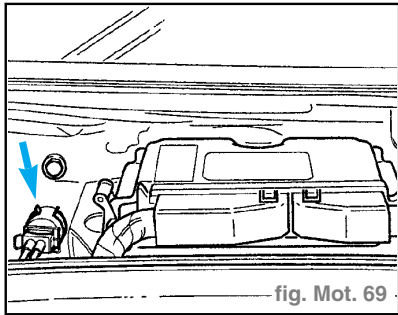

fig. Mot. 69
- Débrancher la fiche du transmetteur (flèche) (fig. Mot. 69).